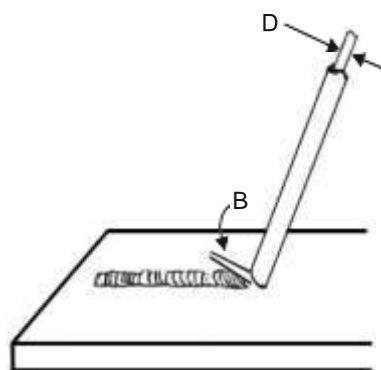

Fig. 3
**2.- Arco Corto (Fig. 3).** Se llama así cuando la distancia "B" es menor que el diámetro "D" (el alma del electrodo). Esta distancia es empleada mayormente por los soldadores de más experiencia, especialmente para soldar electrodos básicos, obteniendo cordones limpios, bien conformados, libres de proyecciones (chispas).
(Fig.3). Fig. 10